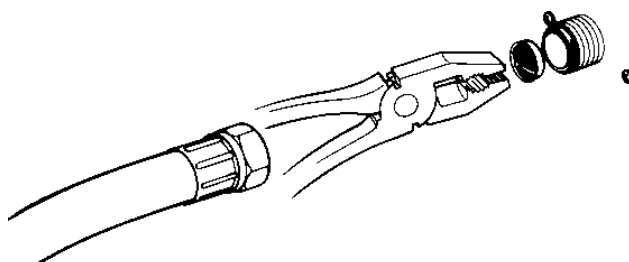

fig. 18
- Remove the filters inside machine water inlets (**fig. 18**), pull towards the outside with pliers.
- Sacar los filtros del interior de las entradas de agua de la máquina (**fig. 18**), tirando hacia el exterior con la ayuda de unos alicates.
- Enlever les filtres à l'intérieur des arrivées d'eau de la machine (**fig. 18**), en poussant vers l'extérieur à l'aide de pinces.